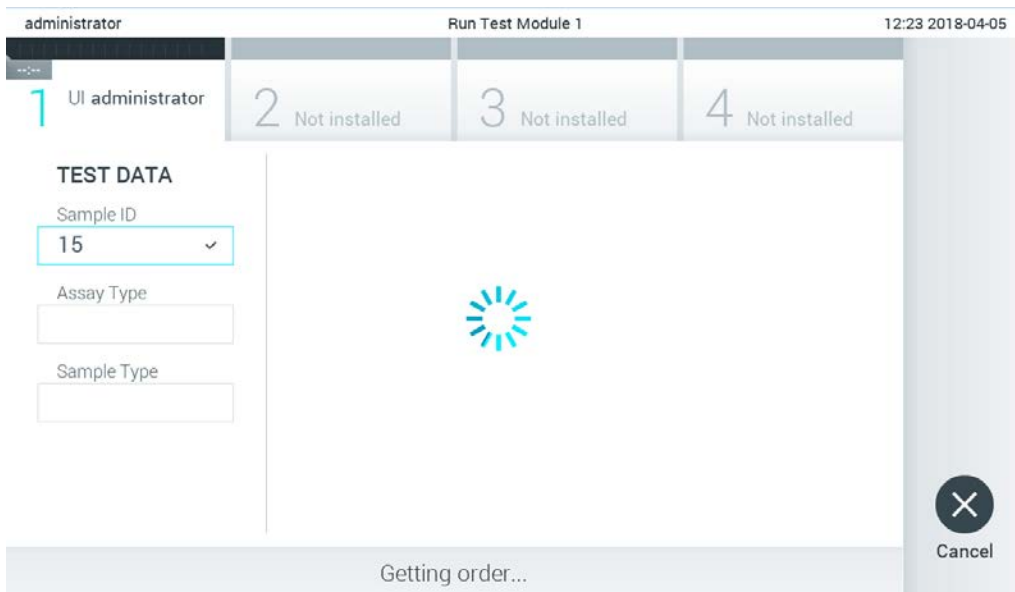

Figure 76. Affichage pendant la récupération d'une commande de test.
3. L'ID échantillon sera envoyé à l'hôte et alors que le QIAstat-Dx Analyzer 1.0 attend une commande de test, le message « Getting order... » (Réception de commande...) s'affiche (figure 76).